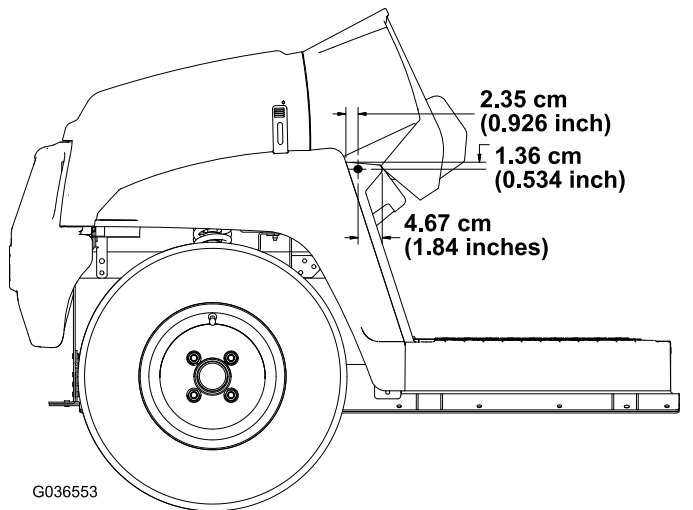

Figura 30
- Folosind dimensiunile indicate în Figura 30, realizați un orificiu (5/16") în exteriorul plăcii pentru picioare în partea stângă și partea dreaptă a mainii.